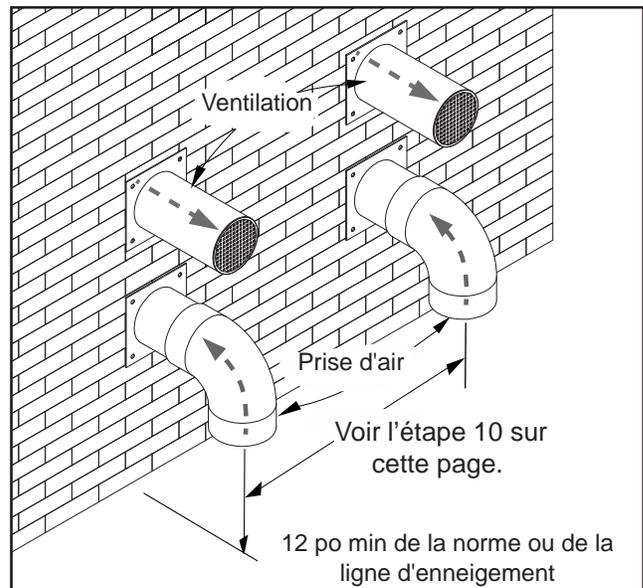

Figure 11. Terminaisons murales multiples
10. Les terminaisons multiples doivent être installées en respectant une distance horizontale minimale entre le groupe de sortie et le groupe d'entrée de 91 cm (36 po) pour les modèles 399 - 999 et 213 cm (84 po) pour le modèle 1500. Toutefois, selon les conditions sur site, des distances plus importantes peuvent être nécessaires pour empêcher la recirculation des gaz de combustion. Pour réduire au maximum le risque de recirculation des gaz brûlés, espacez les terminaisons autant que pratiquement possible (Voir Figure 11.)